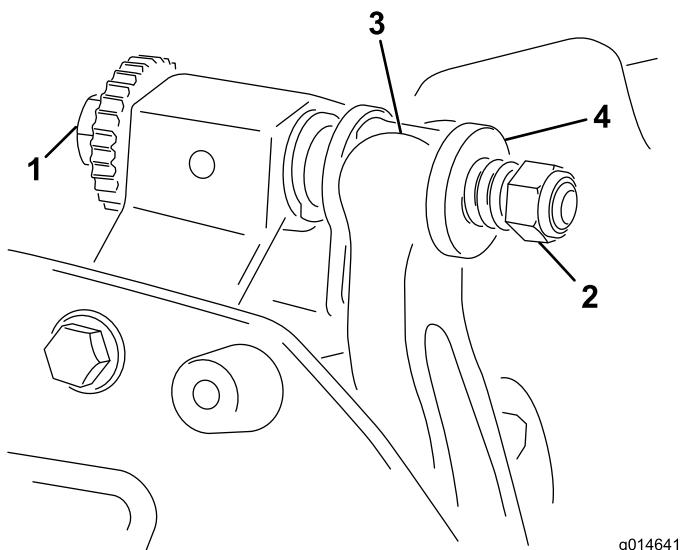

Figura 13
1. Ruotate la vite di regolazione della barra di appoggio in senso antiorario per allontanare la controlama dal cilindro (Figura 13).
2. Allentate il dado di tensione della molla, finché la rondella non sarà più in tensione contro la barra di appoggio (Figura 13).